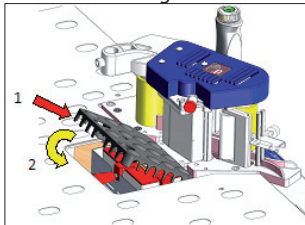

**Abb. 9**
- Legen Sie den Kantenleimer auf den Stütztisch gemäß Abb. 9 und 10 und ziehen Sie die drei Schrauben fest.